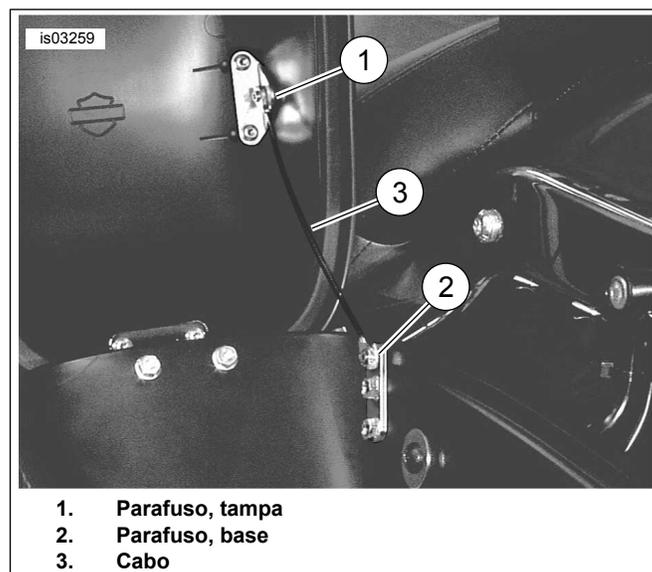
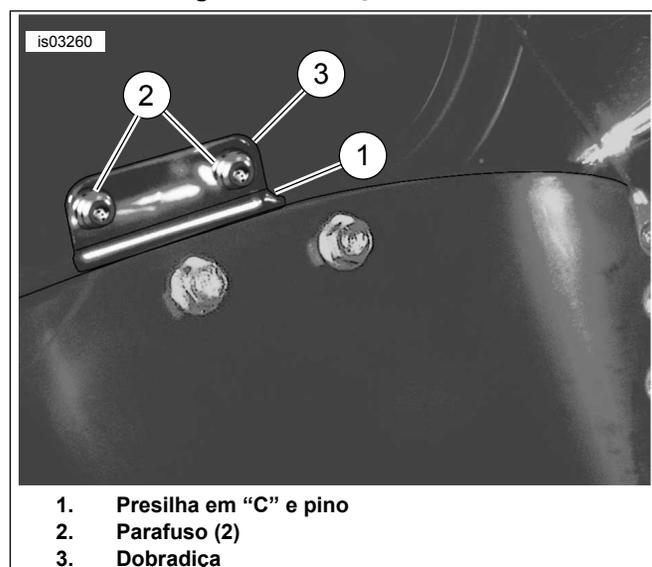
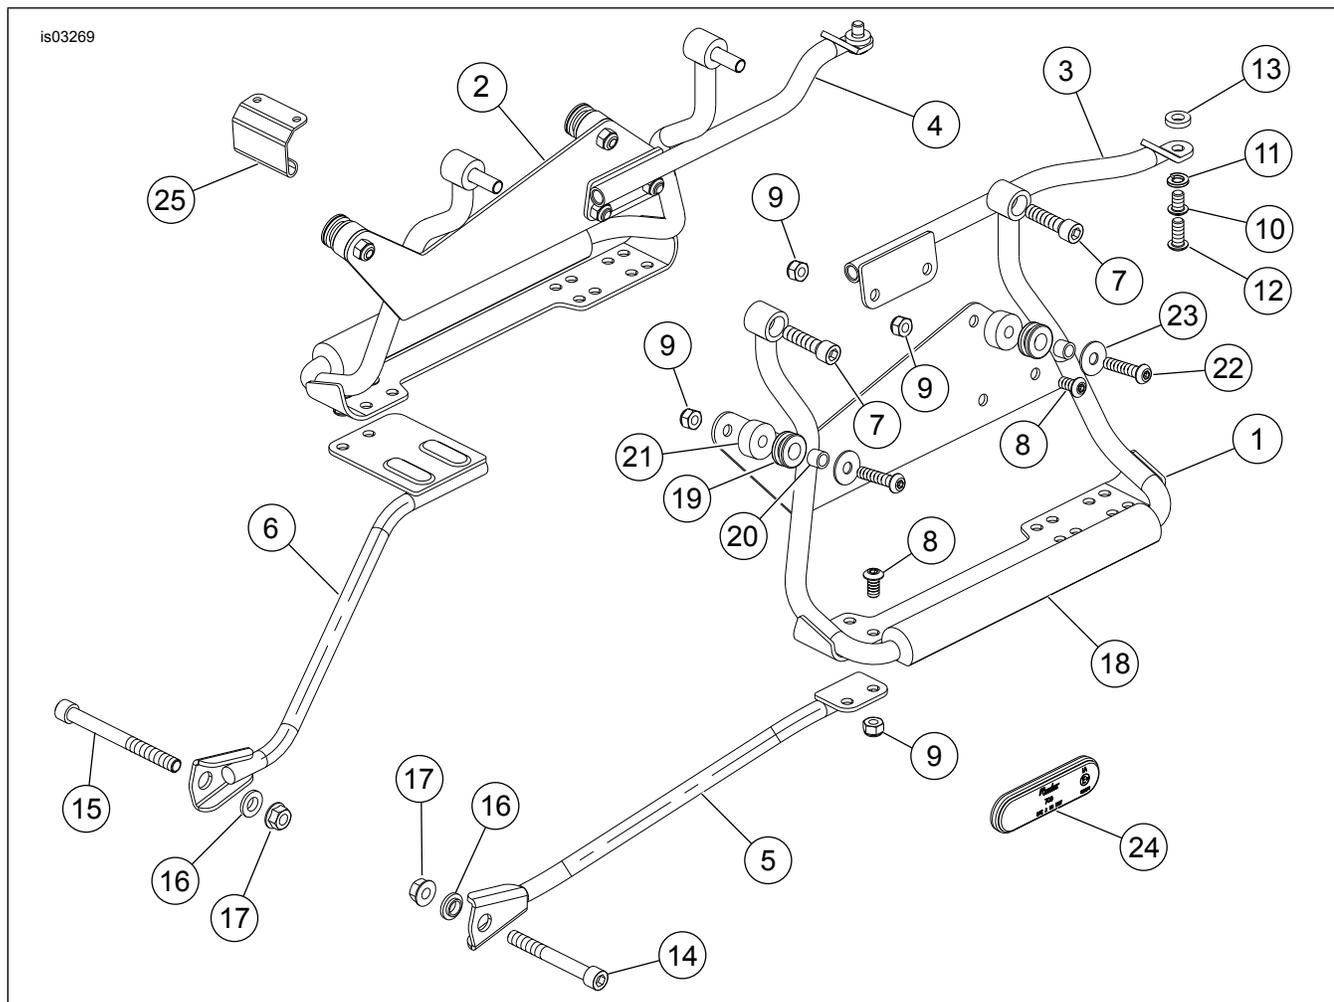

Figura 16. Remoção do cabo
Figura 17. Remoção da dobradiça
Figura 18. Peças de reposição: kit de suporte do alforje (peça N.o 90715-07) e kit de ferragens (peça N.o 88208-07)
2. Veja a Figura 18. Coloque o parafuso (14) através do suporte do pedal de apoio e quadro. As rosças deverão ficar expostas aproximadamente 1,27 cm (1/2 pol.) no lado interno do quadro.
3. Instale o suporte dianteiro (5) no parafuso (14).
4. Instale a arruela de ressalto (16) com o ressalto virado para o suporte, depois instale a porca (17) no parafuso e aperte com os dedos.
2. Veja a Figura 18. Coloque o parafuso (15) através do suporte do pedal de apoio (1) e suporte do silenciador. As rosças deverão ficar expostas aproximadamente 12 mm (1/2 pol.) no lado interno do quadro.
3. Instale o suporte dianteiro (6) no parafuso (15).
1. Veja a Figura 18. Instale dois parafusos (8) através dos ganchos de suporte do alforje (1, 2) e por dentro dos suportes dianteiros (5, 6). Fixe com porcas (9). Aperte as porcas com torque de 13,1 N·m (10 lb·pé).
4. Veja a Figura 18. Instale o parafuso (22) e a arruela (23) do alforje lateral, por dentro do espaçador (21). Depois instale a porca (9) apertando com os dedos.
- Veja a Figura 16. Remova os parafusos (1, 2) que prendem o cabo à tampa e base do alforje.
- Remova o cabo (3) do alforje.
- Veja a Figura 17. Remova e guarde a presilha em "C" e o pino (1) da dobradiça. Separe a tampa do alforje do corpo.
- Remova e guarde dois parafusos (2) que prendem a dobradiça na tampa do alforje.
- Deslize a dobradiça (3) para fora por baixo do vedador de borracha.
- Veja a Figura 18. Deslize a dobradiça (25) por baixo do vedador de borracha e afixe a metade da dobradiça na tampa do alforje usando os parafusos (Figura 17, item 2) removidos anteriormente. Aperte os parafusos com firmeza.
- Veja a Figura 17. Instale o pino na dobradiça e afixe com a presilha em "C".